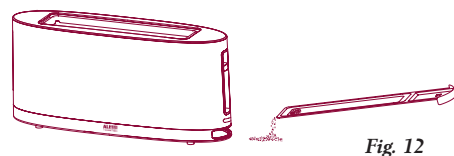

Fig. 12
- Pulite la superficie esterna con un panno morbido umido e asciugatela accuratamente. Non capovolgete né scuotete il Tostapane, ma eliminate le briciole dopo ogni utilizzo estraendo il vassoio sul fondo (fig. 12).